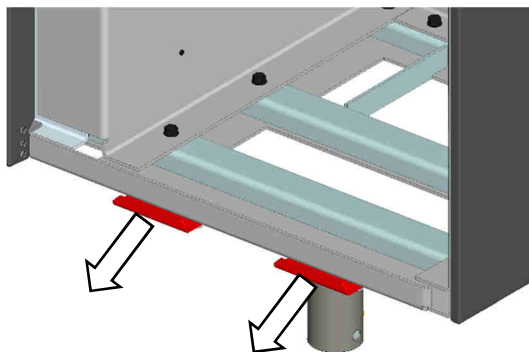

Fig. 26 : détacher les supports
2. Sortir légèrement les fixations en les tirant (Fig. 26).